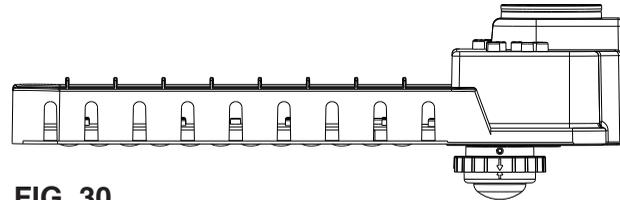

FIG. 30
4. Tournez l'anneau extérieur jusqu'à ce que les flèches s'alignent (voir la FIG. 30).